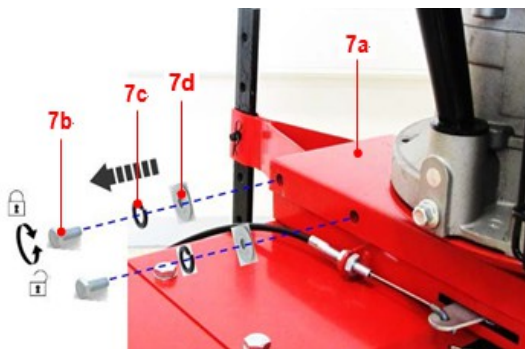
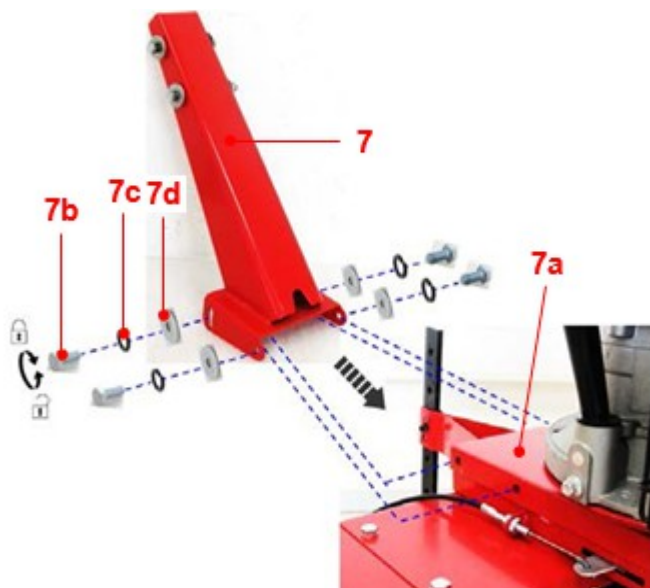

Fig.7
Fig.8
4. Retirez le boulon préassemblé, la rondelle élastique(7c) et la rondelle (7d) du socle (7a) sur les deux côtés et gardez-les à portée de main. (Fig.7)
1. Alignez les trous et poser le support de poignée (7) sur la socle(7a). Sécurisez les connexions avec les boulons(7b), la rondelle élastique (7c) et la rondelle (7d) (Fig.7) en utilisant la clé d'assemblage. (27) (Fig.8).